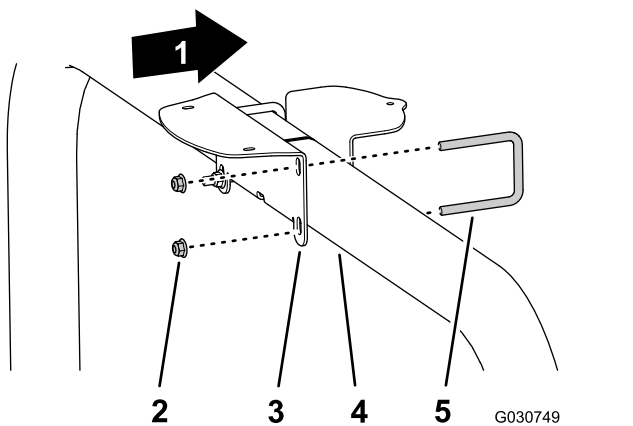

图 124
- 如果您的机器配备了带有广域增强系统WAAS的全球导航卫星系统GNSS请使用 2 个 U 形螺栓和 4 个凸缘锁紧螺母 $\frac{3}{8}$ 英寸将接收器安装支架组装到 ROPS 管上图 124。